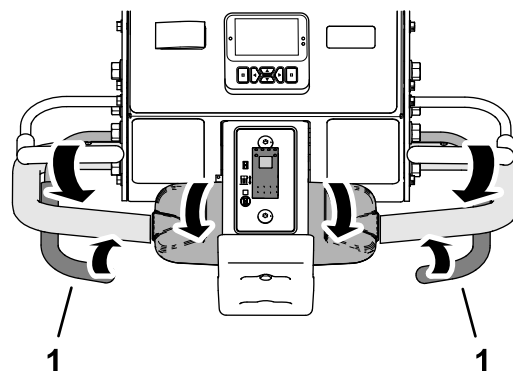

図 83
3. 前タイヤが作業場所に入るタイミングで、左または右のエアレーションベイルを握り込む 図 83。